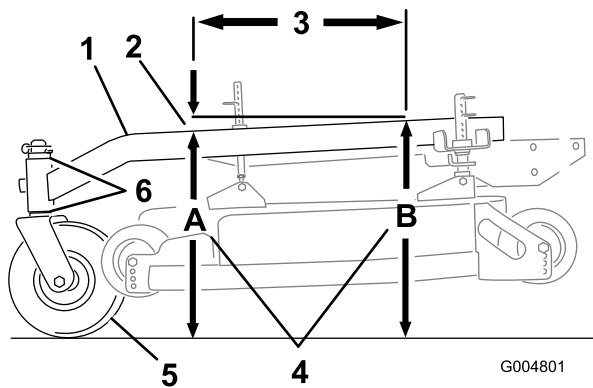

Figure 56
L'inclinaison avant/arrière du bâti porteur doit être comprise entre 3 mm et 9 mm sur 61 cm de sa longueur (Figure 56).
1. Mesurez 61 cm sur le bâti porteur (Figure 56).
- Mesurez la hauteur du bâti porteur au point **A** (Figure 56).
- Mesurez la hauteur du bâti porteur au point **B** (Figure 56).
- La hauteur au point **A** doit être inférieure de 3 à 10 mm par rapport au point **B** (Figure 56).
- Si ce n'est pas le cas, déplacez les entretoises des roues pivotantes de manière à obtenir l'inclinaison voulue de 3 à 10 mm (Figure 56). Déplacez les entretoises en haut ou en bas pour corriger l'inclinaison.